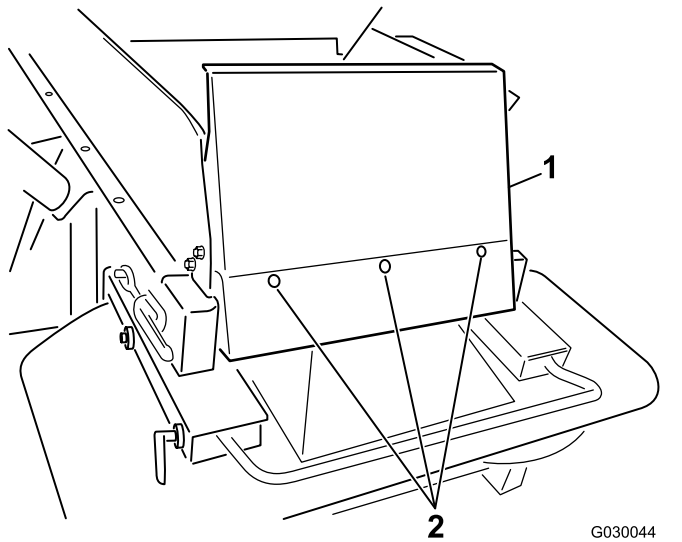

Figure 7
6. Montez le déflecteur de la trémie au moyen des boulons à tête ronde ($\frac{1}{4}$ " x $\frac{5}{8}$ ") et des contre-écrous en nylon fournis (Figure 7).